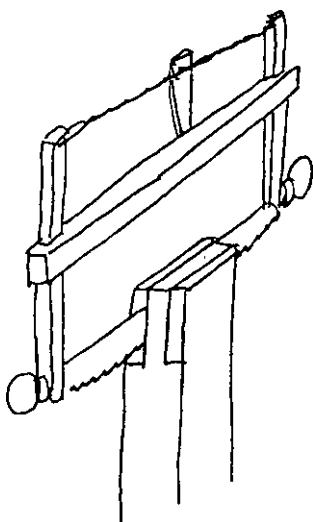

Fig. 11. Tappen sågas ur.
- Tappen sågas ur. Här gäller det att såga i halva ritsen och från rätt sida (fig. 11).